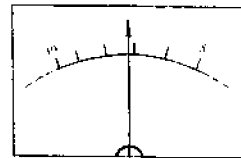

图 2-17 注意欧姆刻度的特点
(4) 读数。将指针在  $\Omega$  刻度线上的读数与所用挡位的倍率相乘,即可得到实际的电阻值。例如,指针停在 20,量程选定的是  $R \times 10$  挡,被测电阻值即为  $200\Omega$ 。电阻挡的刻度数是从右到左由小值到大值的方向排列,而其他挡(电感挡除外)则是从左到右由小值到大值排列。并且,电阻挡的刻度是不均匀的。这在读数时应特别注意。如图 2-17 所示值不是  $15\Omega$  或  $7.5\Omega$ ,而是  $7.2\Omega$ 。